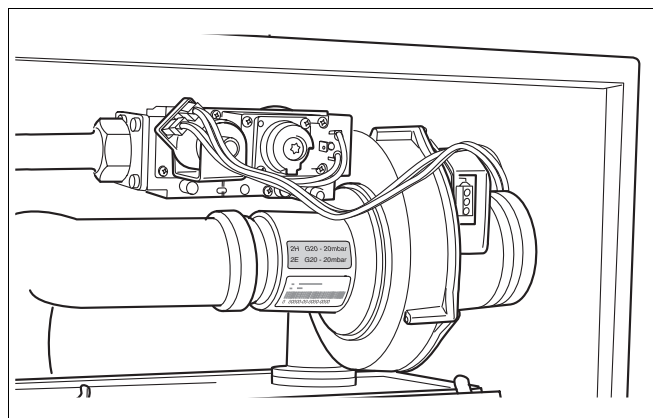

Fig. 77 Controlați autocolantul speciei de gaz
- Verificați dacă specia de gaz efectivă este identică cu autocolantul "Specie de gaz" (Fig. 77).